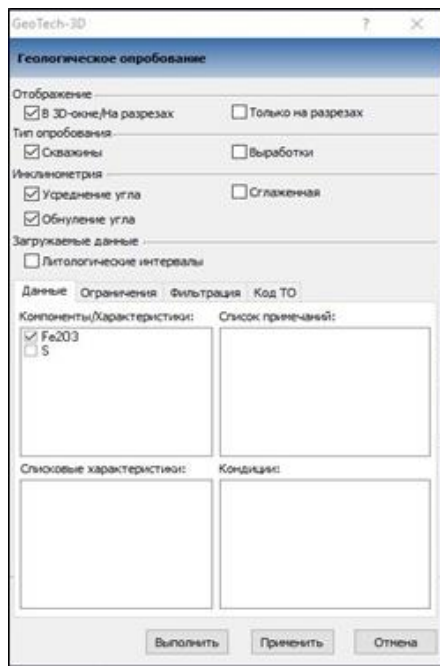

Рис. 7.2. Диалоговое окно Геологическое опробование
4. Выберите команду главного меню **Проект/Опробование** и откройте диалоговое окно **Геологическое опробование** (рис. 7.2).